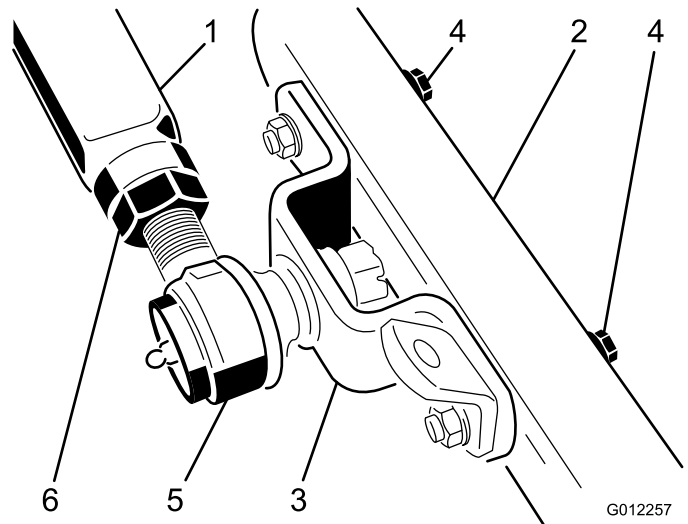

Figura 21
- Haga que otra persona haga presión hacia abajo con cuidado sobre el brazo de empuje izquierdo mientras que usted retira los tornillos de caperuza, las arandelas planas y las contratuercas que sujetan el soporte de la articulación esférica y la pletina de enganche de la cadena al brazo de la rueda giratoria de la unidad de corte (Figura 21). Ahora y con cuidado, la otra persona puede dejar que el brazo de empuje se desplace hacia arriba, lo que aliviará gradualmente la tensión de 68 kg del muelle.
5. Haga que otra persona haga presión hacia abajo con cuidado sobre el brazo de empuje izquierdo hasta que los taladros del soporte de la articulación esférica estén alineados con los taladros del brazo de la rueda giratoria (Figura 21). En seguida, coloque un bloque de madera de 102 x 102 mm entre el bastidor y la parte superior del brazo de empuje.